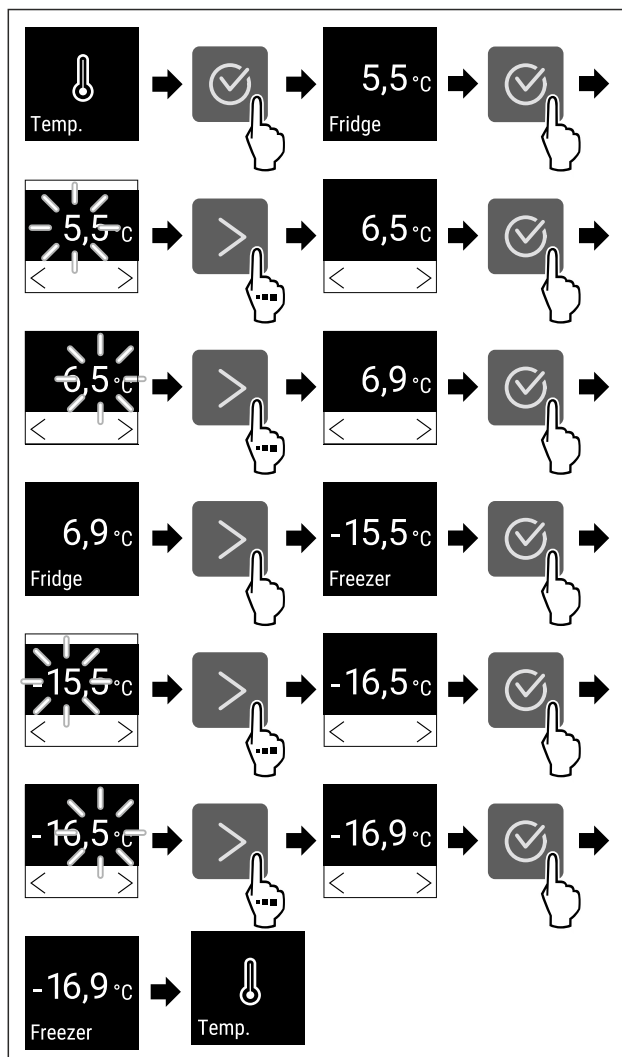

Fig. 88 Temperatuurwissel van 5,5 °C tot 6,9 °C en -15,5 °C tot -16,9 °C
- ▶ Stappen (zie Fig. 88) uitvoeren.